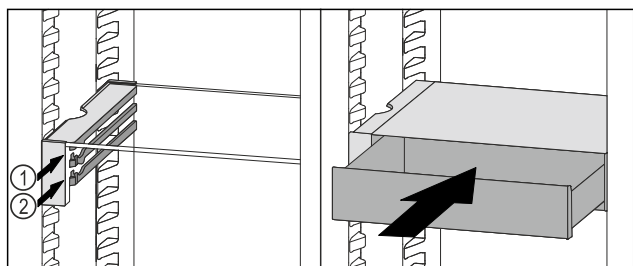

Fig. 66
- Поставете чекмеджето на VarioSafe зад ограничителите върху желаното ребро Fig. 66 (1) или Fig. 66 (2).